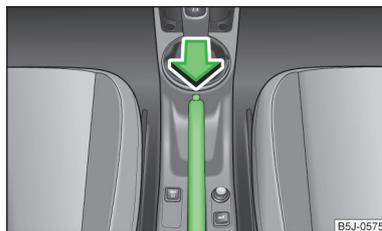

Fig. 90
- Levantar un poco la palanca del freno de mano y pulsar **a la vez** el botón de bloqueo » fig. 90.